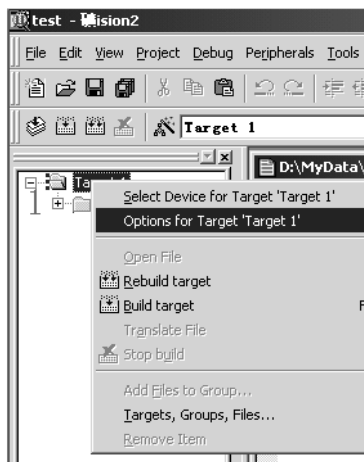
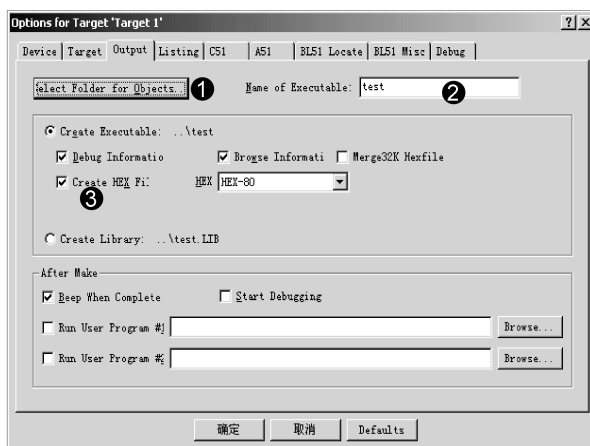

图 1-17 项目功能菜单
图 1-18 项目选项窗口
(7) 找到 test.Uv2 的文件就可以打开先前的项目，然后右击图 1-17 中的项目文件夹，弹出项目功能菜单，选择“Options for Target Target1”选项，弹出项目选项设置窗口。同样先选中项目文件夹图标，这时在“Project”菜单中也有一样的菜单可选。打开项目选项窗口，转到“Output”选项，如图 1-18 所示。图 1-18 中 1 对应的是选择编译输出的路径，2 对应